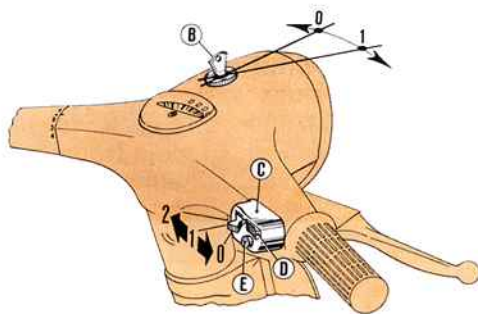

Fig. 6 - Posizioni dei commutatori «B» e «C».
**Avviamento** a pedale (lato destro del veicolo), dopo avere inserito e ruotata la chiave del commutatore in posizione 1 (fig. 6).
— Di un commutatore principale «B» a chiave, di predisposizione alla marcia (posizione 1) e di arresto motore (posizione «0», chiave estraibile) installato al centro del manubrio (ved. fig. 6).
— Di un commutatore «C», lato destro del manubrio, munito di levetta «D» di deviazione luce (abbagliante - anabbagliante) e di un pulsante claxon «E» (ved. fig. 6).
**Commutatore a chiave** (estraibile) installato al centro del manubrio (ved. fig. 6).
**Commutatore deviatore** delle luci sul proiettore installato sul manubrio lato destro (ved. fig. 6).
*Qualora si debba ricorrere (come descritto a pag. 20) alla manovra a spinta è necessario prima ruotare la chiave del commutatore (« B », fig. 6) nella posizione 1 (predisposizione alla marcia).*
Prima di fermare il motore, portare la leva del cambio in posizione « folle »; quindi ruotare la chiave del commutatore « B » in posizione « 0 » arresto motore (ved. fig. 6), chiave estraibile.